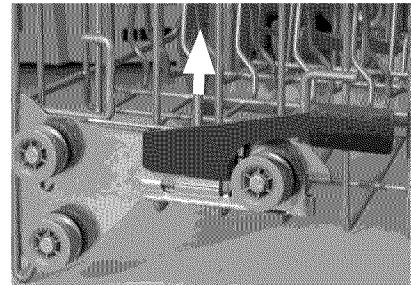

Ilustración 5
2. Presione las agarraderas de la rejilla superior con ajuste automático de altura hacia adentro como se muestra en la Ilustración 5 y deje que se caiga la rejilla.